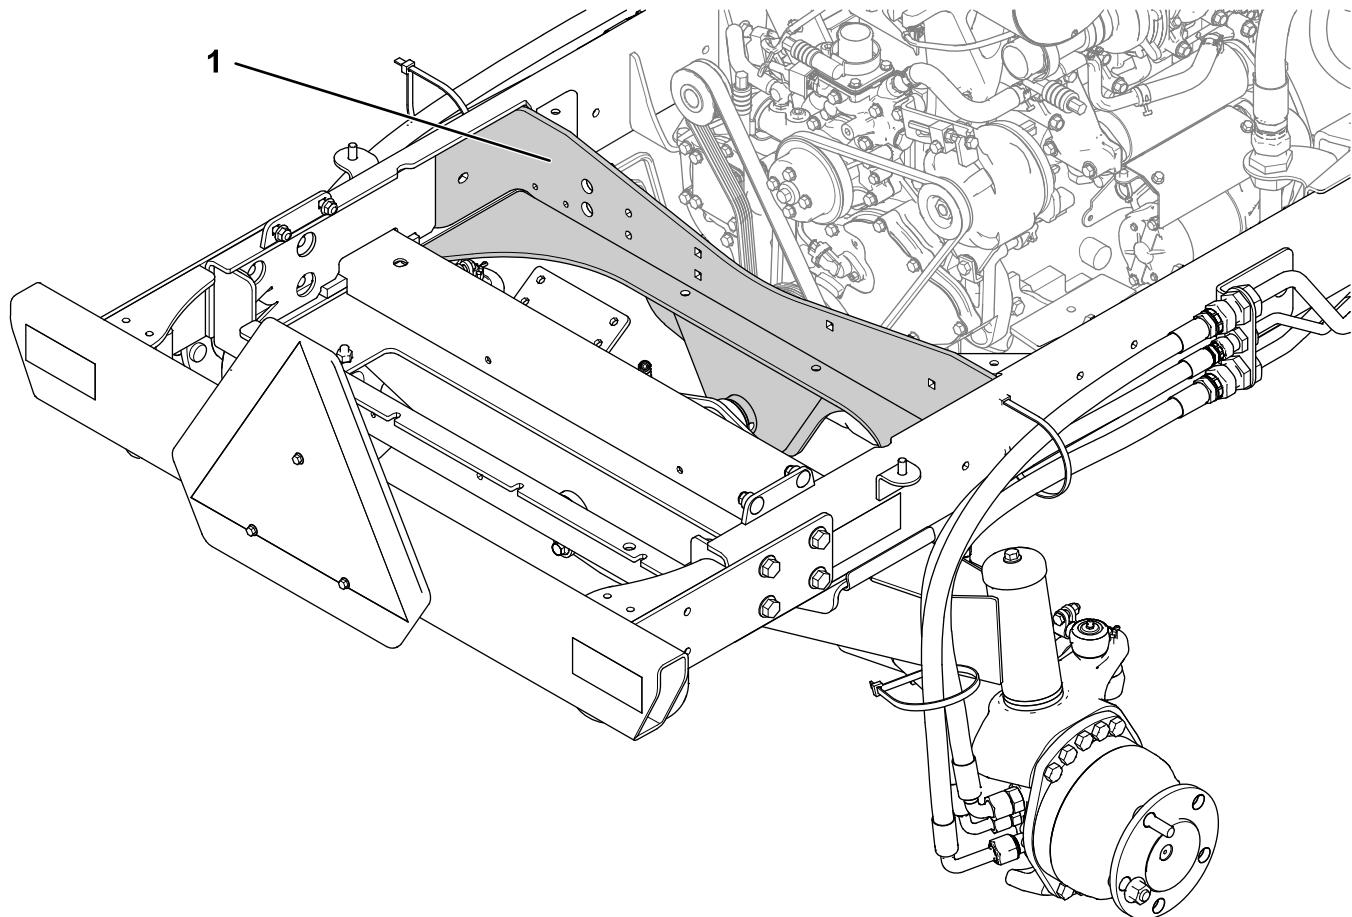

Figura 4
2. Rimuovete eventuali componenti situati tra il motore e la parte posteriore della macchina in modo tale che il supporto dell'assale posteriore sia esposto (Figura 4).